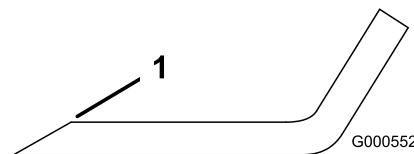

Figura 62
1. Utilice una lima para afilar el filo de corte en ambos extremos de la cuchilla (Figura 62).
**Nota:** Si la cuchilla no está equilibrada, rebaje algo el metal en la parte de la vela solamente (Figura 62).